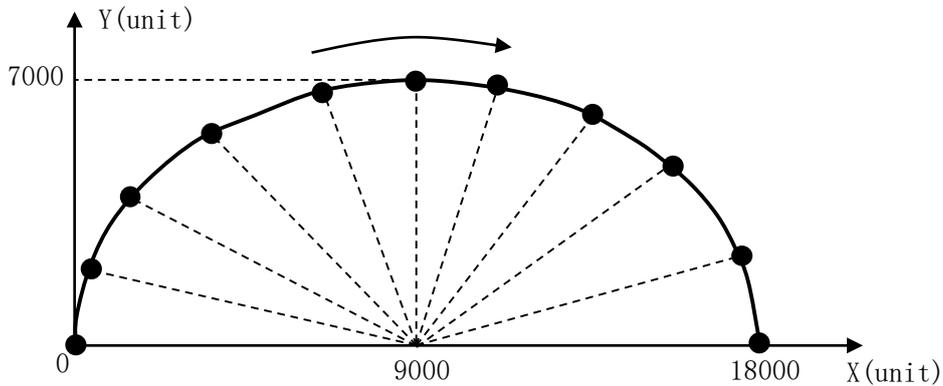

图 7.43 上半椭圆轨迹和分段
如图 7.43 所示，要控制运动平台按椭圆轨迹运动，但 DMC-E5064 卡中并没有提供椭圆插补函数，用户可以使用 PVT 函数自己设计该轨迹。
- 1、将该轨迹分成圆弧角相等的十段轨迹，如图 7.43 所示；计算各点坐标值，即得 P 值。程序如下：